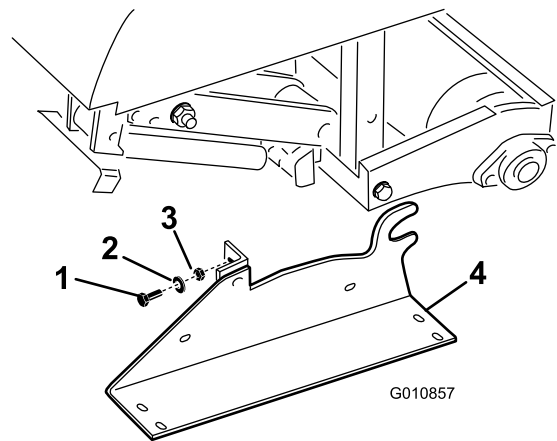

Bild 31
2. Entfernen Sie die Schrauben, Sicherungsscheiben und Muttern, mit denen die Sicherheitsständer am Aerifizierer befestigt sind (Bild 31).